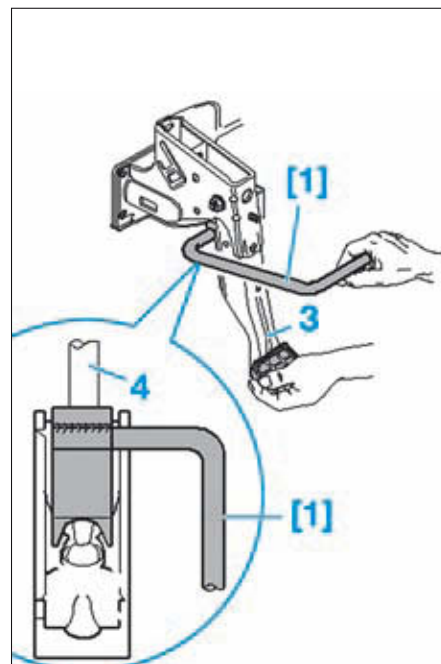

FIG. 15
- [1]. Outil de verrouillage de la pédale de frein (réf Audi : T10006) (Fig.15).
- Enfoncer la pédale de frein (3) (Fig.15).
- Faire contre-appui avec l'outil [1] puis tirer la pédale (3) en arrière pour la dégrafer de la tige de poussée (4).